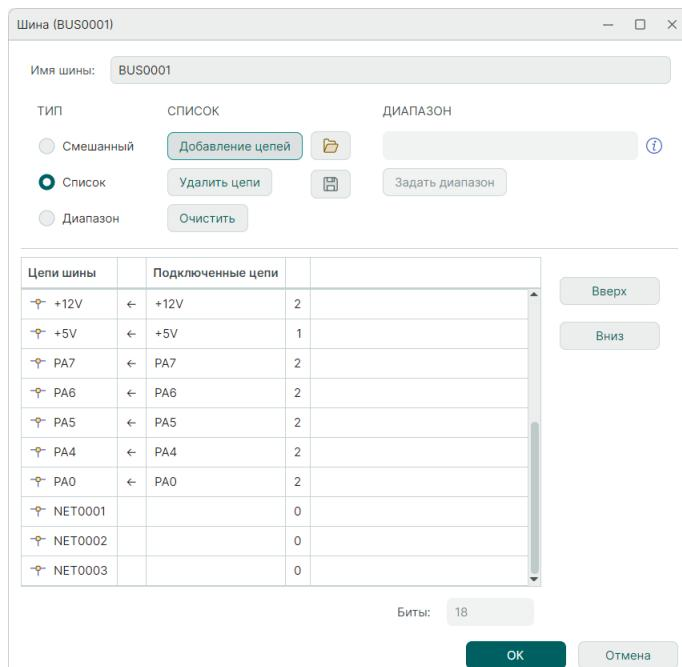

Рис. 169 Цепи, добавленные в шину через редактор списка цепей
5. Нажмите кнопку «OK», тем самым подтверждая добавление цепей в список цепей, подключенных к шине. Добавленные цепи будут отображаться в списке цепей, подключенных к шине, в окне редактора списка цепей, см. Рис. 169.